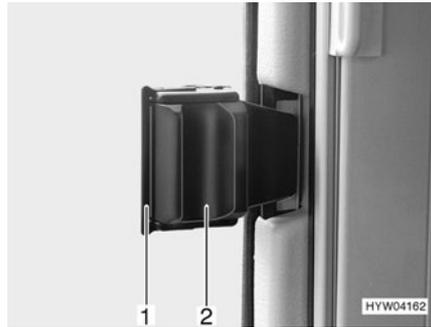

Fig. 48 Ventana corredera con con bloqueo corredizo
- Extraer el bloqueo (Fig. 48,1).
- Presionar el tirador (Fig. 48,2) y, al mismo tiempo, empujarlo hacia adelante o hacia atrás.